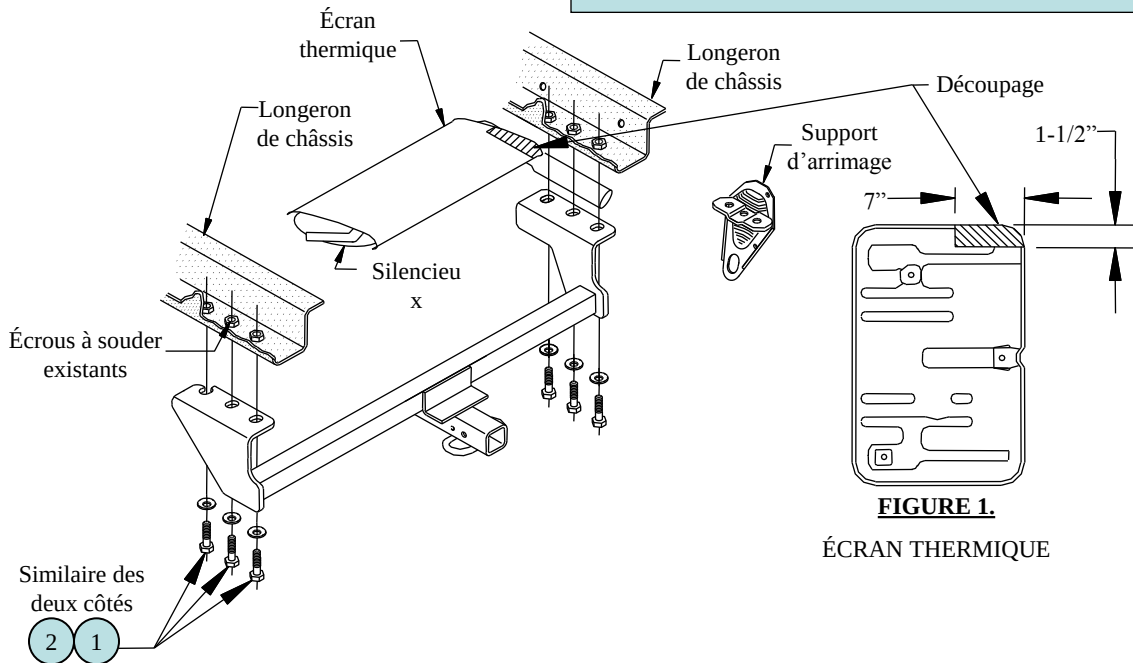

FIGURE 1.
1. Enlever les supports d'arrimage des côtés conducteur et passager (s'ils sont présents). Remettre les supports et les attaches au propriétaire du véhicule. 2. Enlever les trois (3) attaches qui fixent l'écran thermique au véhicule (il n'est pas nécessaire d'enlever le silencieux). 3. Découper l'écran thermique comme illustré (figure 1). Refixer l'écran thermique après le découpage. 4. Soulever l'attelage en position et installer la visserie dans les écrous à souder existants, comme illustré ci-dessus. Serrer à la main seulement. 5. Centrer le récepteur d'attelage par rapport au véhicule et serrer toute la visserie selon les spécifications indiquées ci-dessous. Serrer toute la visserie M10 CL8.8 au couple de serrage de 38 lb-pi (52 N*M). Remarque : Vérifier l'attelage fréquemment, en s'assurant que toute la visserie et la bille sont serrées adéquatement. Si l'attelage est enlevé, boucher tous les trous percés dans le coffre ou la carrosserie afin de prévenir l'infiltration d'eau ou de gaz d'échappement. Un attelage ou bille endommagés doivent être enlevés et remplacés. Observer les mesures de sécurité appropriées en travaillant sous le véhicule et porter des lunettes de protection. Ne jamais utiliser une torche pour découper un accès ou un trou de fixation. Ce produit est conforme aux normes V-5 et SAE J684 de la V.E.S.C. (État de New York) concernant les spécifications en matière de sécurité des systèmes d'attelage.